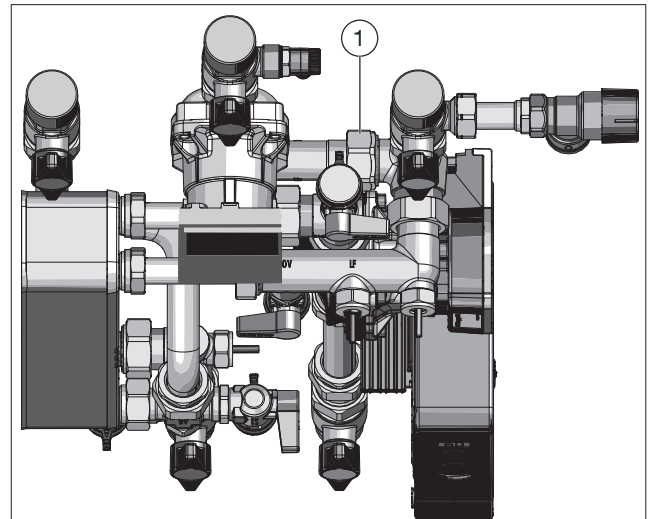
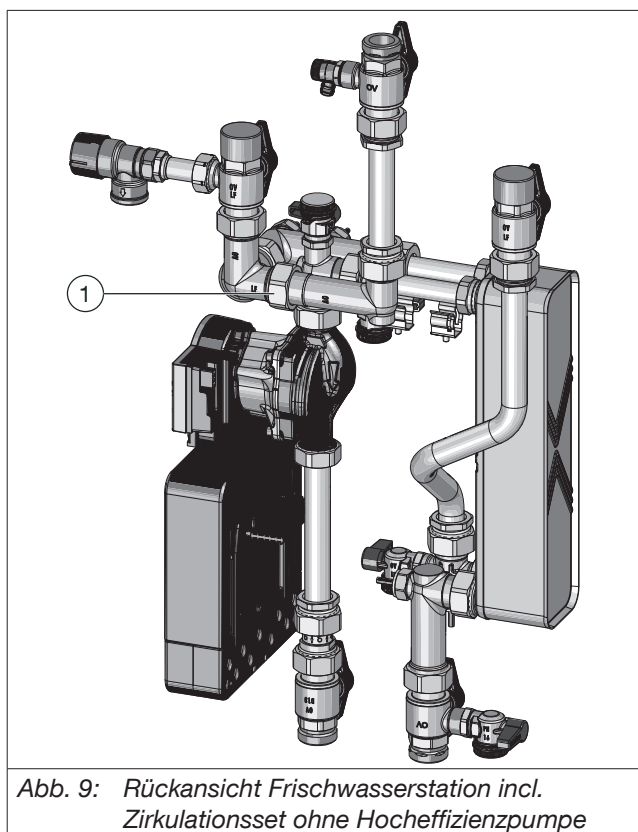

Abb. 6: Frischwasserstation incl. Zirkulationsset mit Hocheffizienzpumpe
Abb. 9: Rückansicht Frischwasserstation incl. Zirkulationsset ohne Hocheffizienzpumpe
7. Verschrauben Sie das Zirkulationsset mit dem dazugehörigen Dichtring an die Station (siehe Abb. 6 bis Abb. 9).